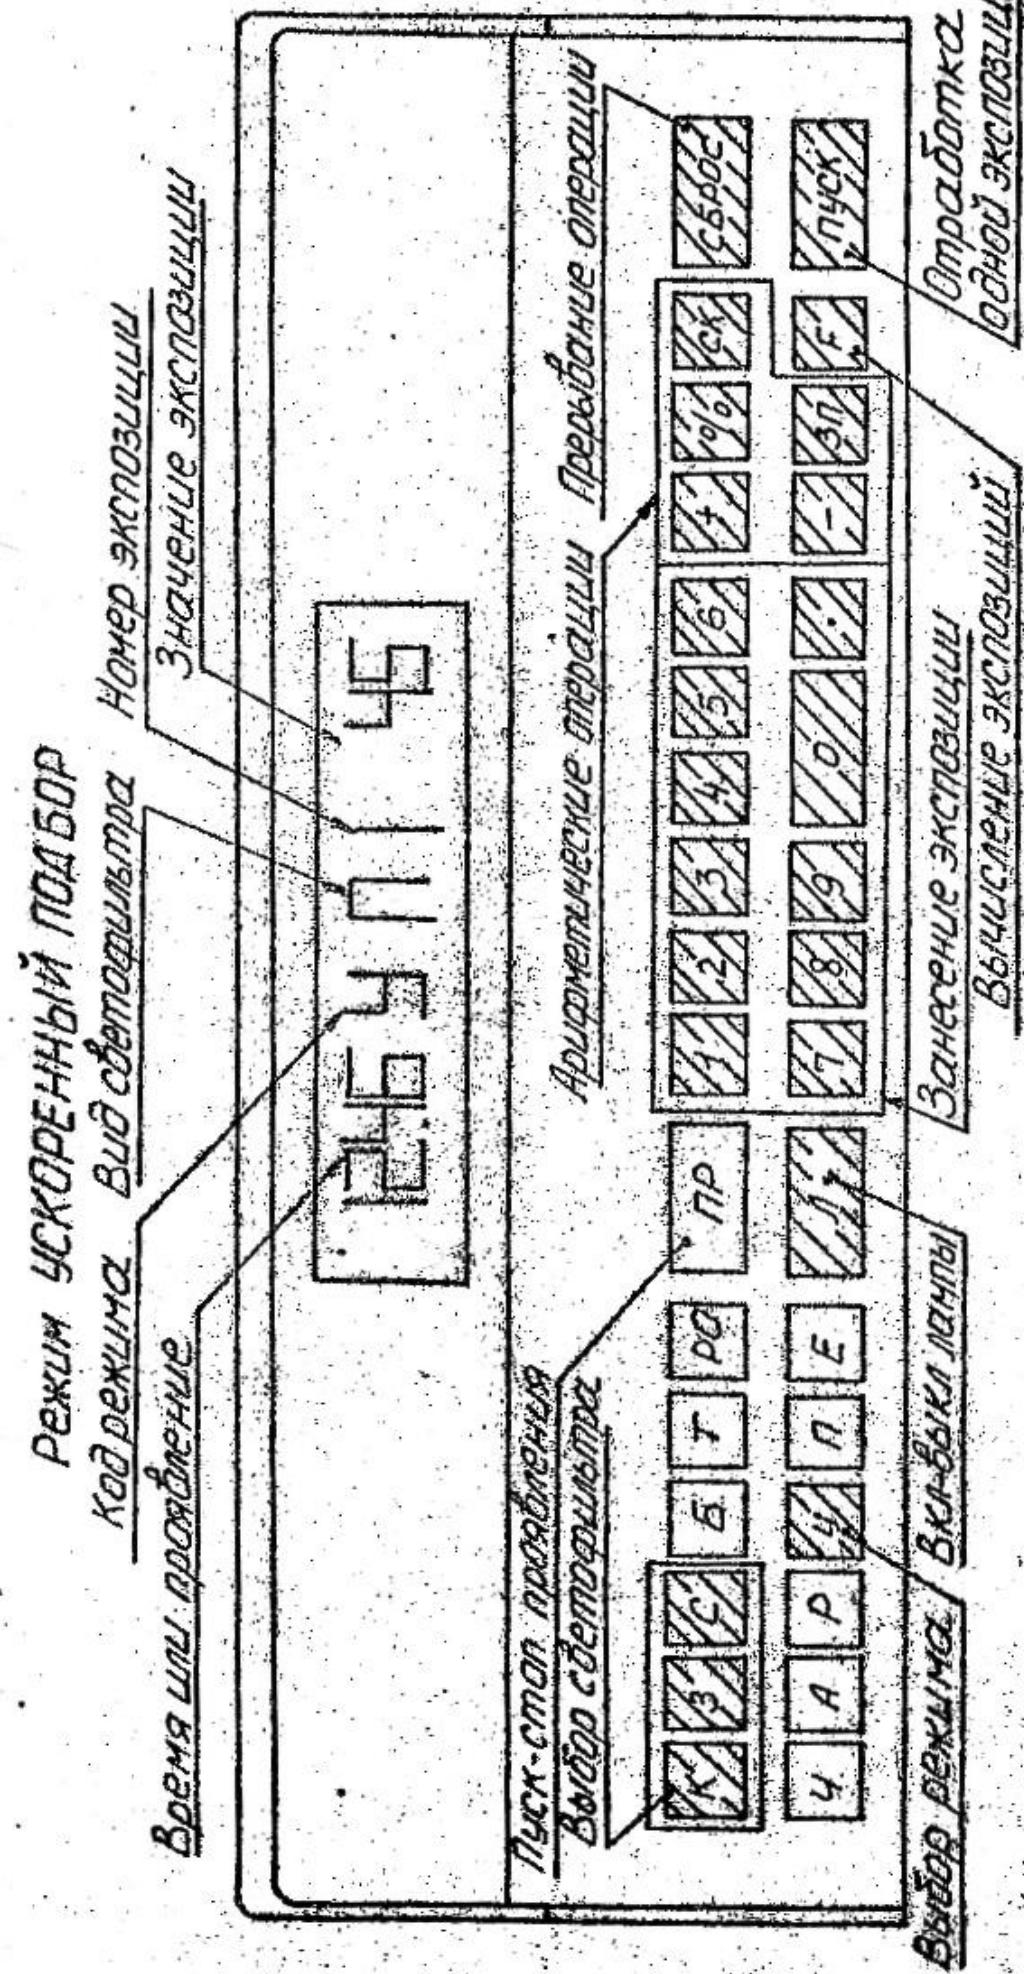

Рис. 8
7.7.1. Нажатием клавиши У установить режим УСКОРЕННАЯ ПЕЧАТЬ (индикация в соответствии с рис.8).